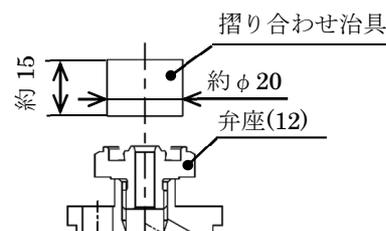

図 10 弁座の摺り合わせ治具
5.5 弁座(12)の当り面に磨耗や損傷がないか点検し、スケールが付着していれば清掃してください。また、損傷していたら摺り合わせをするか、又は、新品と交換してください。軟鋼材などで図 10 のような摺り合わせ治具を準備しておきますと、弁座(12)の摺り合わせができます。研磨剤は #1500 をグリースで練ったものが適当です。